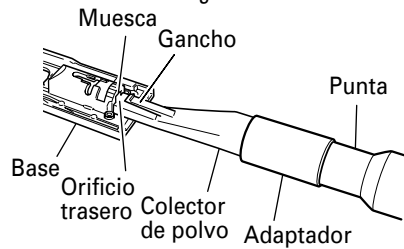

Fig. 23
- (6) Inserte el colector de polvo en el orificio trasero de la base hasta que el gancho encaje en la muesca. (Fig. 23)
- (7) Presione el gancho para desmontar el colector de polvo.